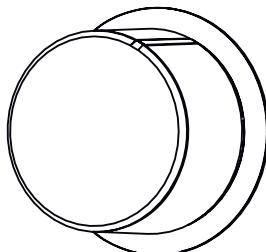

Рис. 16: Всплывающая кнопка в режиме выбора
- Нажмите внутрь, чтобы кнопка высекла, затем отрегулируйте ее (Рис. 16).